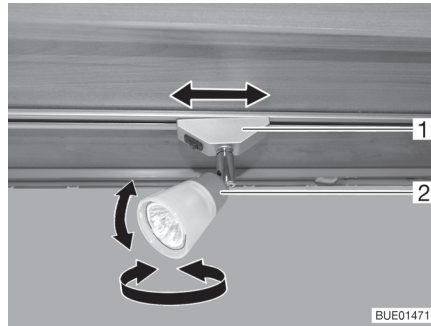

Bild 25 Spotleuchte
- Gehäuse (Bild 25,2) der Spotleuchte in gewünschte Richtung drehen. Das Gehäuse kann in folgende Richtungen gedreht werden:
- Halterung (Bild 25,1) um ca. 45° drehen.
- Halterung (Bild 25,1) um 90° drehen.